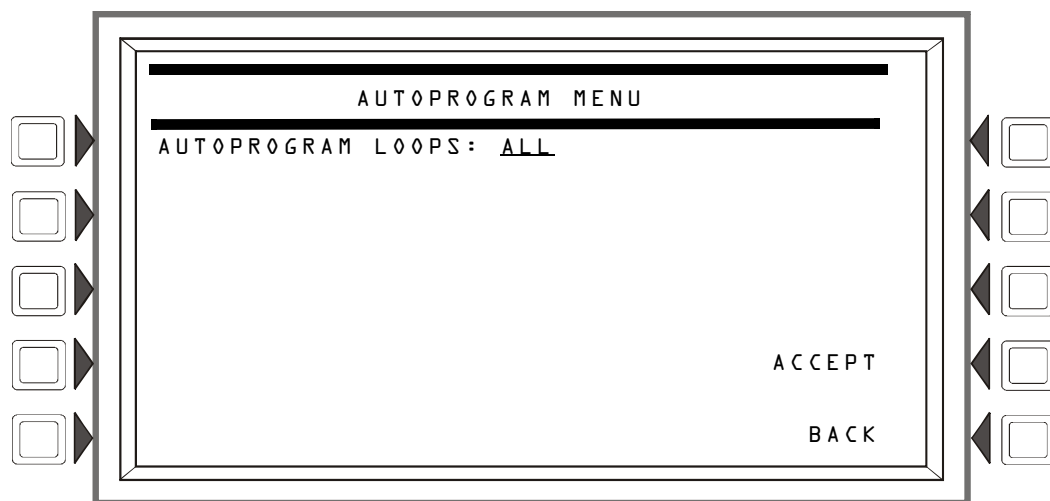

Figura 3.57 Pantalla Menú Autoprogramación
3. Presione la tecla programable **AUTO PROGRAM LAZOS** (AUTOPROGRAMAR LAZOS) e ingrese los SLC deseados (lazos **1+2** en este ejemplo) en la pantalla Menú Autoprogramación (Figura 3.57).